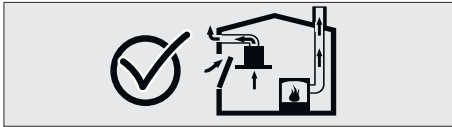

Fig. 3
- De ce fait, une entrée d'air frais nécessaire doit toujours être assurée. Fig. 3